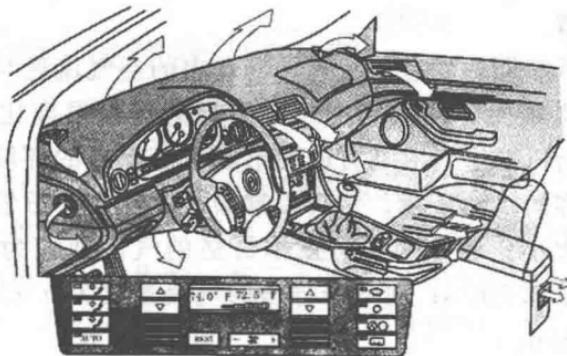

图 1-5 汽车空调配气装置
(3) 配气装置把外部新鲜空气吸进车厢内，起着通风与换气的作用，同时，通风对防止风窗玻璃雾化也起着良好的作用。如图 1-5 所示为汽车空调配气装置。